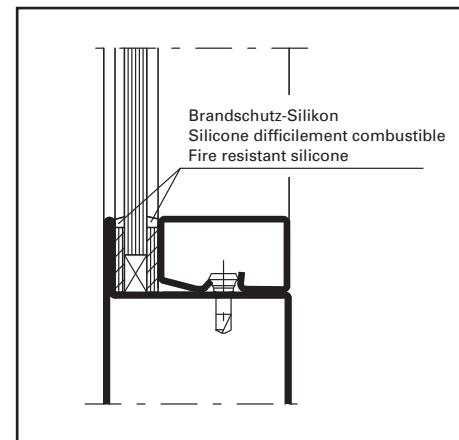

Abb. 16 / Fig. 16 / Fig. 16
3. Dichtungsband auf Glasleisten kleben und Glasleisten aufklipsen (Abb. 16)
4. Abdichtung der Glasfugen innen und aussen mit Brandschutz-Silikon (Abb. 16)
3. Coller la bande d'étanchéité sur les parcloses et clipser les parcloses (fig. 16)
4. Etanchéité des joints du verre intérieur et extérieur réalisée avec silicone difficilement combustible (fig. 16)
3. Stick the distance strip to the glazing bead and clip the glazing bead in place (fig. 16)
4. Seal the glazing joints inside and outside with fire-resistant silicone (fig. 16)